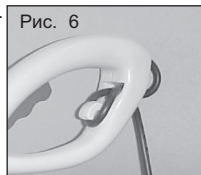

Рис. 6
2. Подключите вилку электропитания триммера к удлинителю и подсоедините его к ручке. (Рис. 6)
3. Вставьте петлю в паз на конце задней ручки и защелкните (см. Рис. 6).